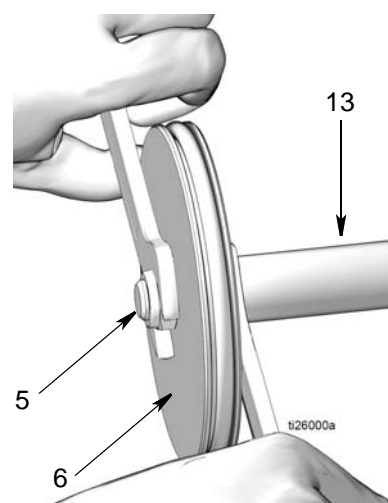

Рис. 19
- a. Вытащите шток поршня (13) и поршень (6) из пневматического цилиндра (2) (Рис. 19).
- b. Для разделения штока поршня (13) и поршня (6) воспользуйтесь двумя гаечными ключами, работая ими в противоположных направлениях. Зафиксируйте один открытый конец гаечного ключа на лысках штока поршня, а второй гаечный ключ используется для ослабления затяжки гайки (5), как показано на Рис. 19.
**ПРИМЕЧАНИЕ:** Открытый конец гаечного ключа, зафиксированный на лысках штока поршня, используется только для надежного удержания штока, **не допускается** проворачивать этот гаечный ключ. Движение этого гаечного ключа могло бы поцарапать или повредить поверхность поршня и стать причиной утечек жидкости во время работы насоса. Проворачивайте только гаечный ключ, удерживающий гайку (5), для ослабления затяжки и полного откручивания гайки.